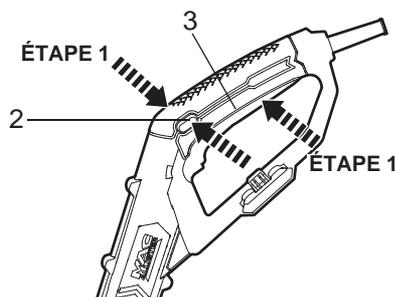

Fig. 10
- > Appuyez sur le bouton marche/arrêt [3] pour allumer l'appareil (Fig. 10).